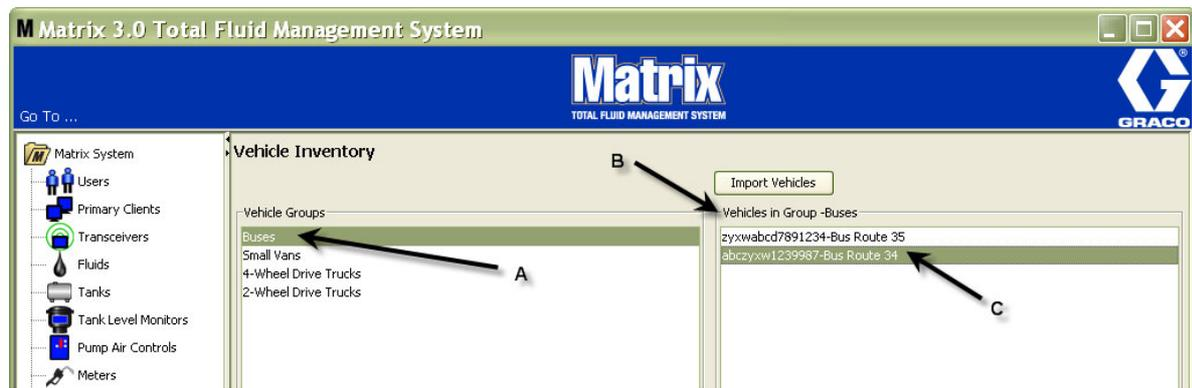
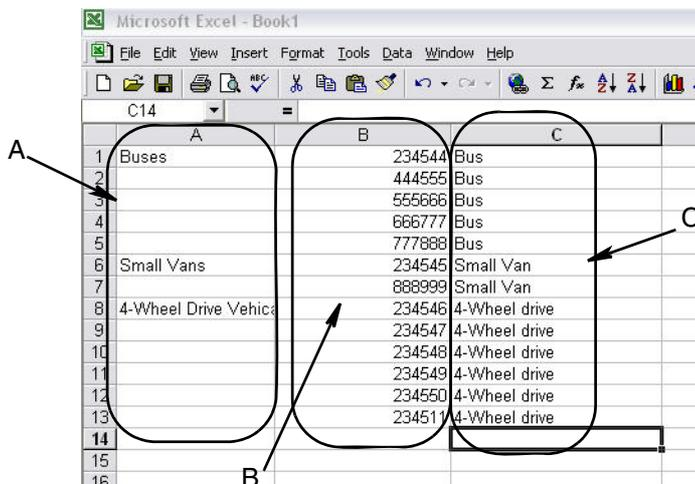

ABB. 156
ABB. 159
- Die Fahrzeuge werden nur dann im Fahrzeugbestand-Hauptfenster angezeigt, wenn die Gruppe, der sie zugeordnet sind, hervorgehoben wurde. In dem Beispiel aus ABB. 156 ist die Fahrzeuggruppe „Busse“ (A) hervorgehoben. Beachten Sie, dass der Gruppenname „Busse“ am Ende der Fahrzeuge im Gruppenspalitentitel (B) hinzugefügt wurde und die in dieser Spalte angezeigte Liste nur die Busse
Die Abschnitte A, B und C in ABB. 159 entsprechen den Abschnitten A, B und C in ABB. 156.